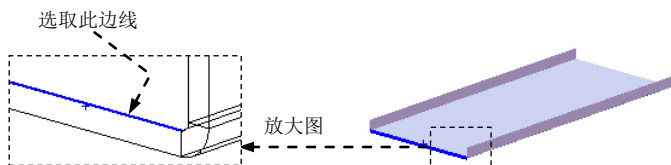

图 17.9.15 定义特征的边线
(2) 定义特征的边线。选取图 17.9.15 所示的模型边线为生成的边线法兰的边线。
(3) 定义法兰参数。在 **角度(G)** 区域中的  文本框中输入角度值 90.0。在“边线法兰”对话框 **法兰长度(L)** 区域的下拉列表中选择 **给定深度** 选项, 输入深度值 15.0。在此区域中单击“内部虚拟交点”按钮 。在 **法兰位置(N)** 区域中单击“折弯在外”按钮 .
(4) 单击  按钮, 完成边线法兰 3 的初步创建。